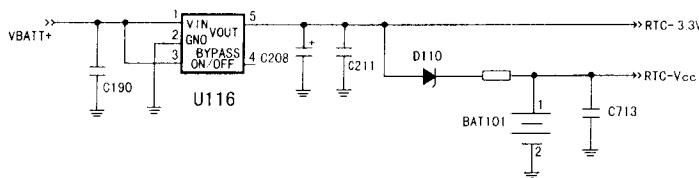

图 1-1 待机供电电路原理图
三星 SGH-A288 型手机的待机供电电路主要由稳压开关管 U116、稳压二极管 D110 和备用电池 RTC、BATT 等组成，电路如图 1-1 所示。根据原理图分析可知，当手机装上电池后，稳压开关管 U116 控制端③脚也是接 VBATT+，使 U116 工作从第⑤脚输出 3.3V 的 RTC-3.3V 电压，该电压一方面供电源带机充电控制电路使用，另一方面还通过稳压二极管 D110 输出 3.3V 的 RTC-V_{CC} 电压为话机的实时时钟电路提供电源，同时也为备用锂电池 BAT101 充电，以防止手机断电后（取出电池）存储的数据消失（如手机电话簿、时间的设定等）。